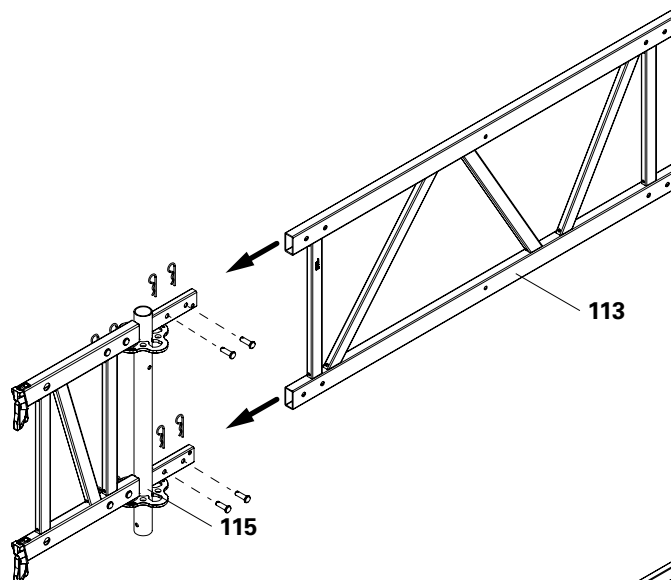

Abb. A13.10c
2. Ein Zwischenelement ULS Flex (**113**) am vormontierten Verbinder (**115**) des Endelementes in gleicher Weise montieren. (Abb. A13.10c)